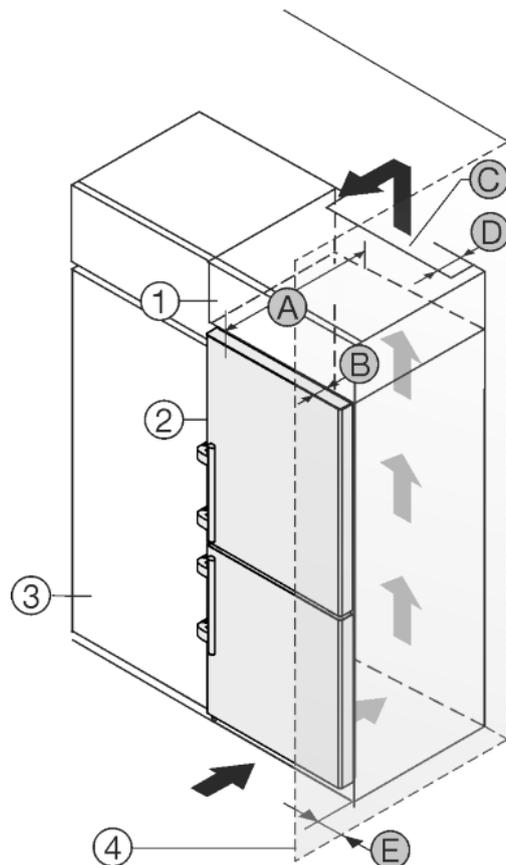

Fig. 50
Uređaj se može adaptirati za ugradnju u kuhinjske ormare. Kako biste uređaj Fig. 50 (2) prilagodili visini kuhinjskog namještaja, iznad uređaja možete postaviti viseći ormar Fig. 50 (1).
Uređaj se može postaviti direktno uz kuhinjski ormar *Fig. 50 (3)*. Kako biste vrata mogli potpuno otvoriti, uređaj mora biti za dubinu *Fig. 50 (B)* ispred u odnosu na prednjicu kuhinjskog ormara. Ovisno o dubini kuhinjskih ormara i uporabi zidnih distancera, uređaj može i dalje stršati.
- Na stražnjoj strani visećeg ormara treba postojati otvor za odzračivanje dubine *Fig. 50 (D)* po cijeloj širini visećeg ormara.
- Ispod stropa prostorije treba poštivati ventilacijski presjek *Fig. 50 (C)*.
Kada se uređaj postavlja s okovima pored zida *Fig. 50 (4)*, treba poštivati razmak *Fig. 50 (E)* između uređaja i zida. To odgovara stajanju ručice kod otvorenih vrata.